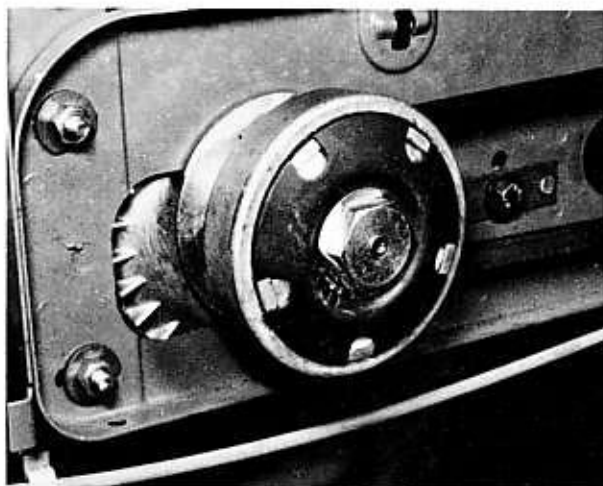

Bild 68
- An den Variomat-Modellen sitzt der Fliehkraftregler auf der Kurbelwelle (anstelle der Fliehkraftkupplung bei den Eingangsmodellen). Zum Ausbauen des Reglers das Sicherungsblech zurückbiegen und die Befestigungsmutter abschrauben (Bild 68). Wenn nötig die Riemenscheibe mit einem Riemenschlüssel festhalten oder einen Schraubendreher vorsichtig zwischen die Flügel des Lüfterrades einführen.